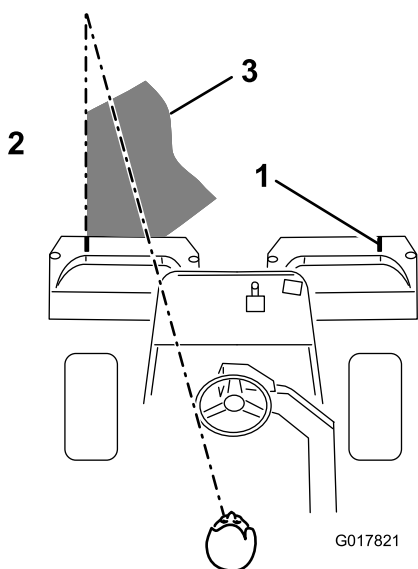

Figure 40
3. Minimisez le chevauchement de la passe précédente lors de la passe de retour. Pour vous aider à conserver une ligne droite en travers du green et à maintenir la machine à égale distance du bord de la passe précédente, établissez une ligne de vision imaginaire à environ 1,8 à 3 m en avant de la machine jusqu'au bord de la partie non coupée du green (Figure 40). Certaines personnes trouvent utile de faire passer la ligne de vision par le bord extérieur du volant, c.-à-d. de maintenir le bord du volant aligné avec un point se trouvant toujours à la même distance par rapport à l'avant de la machine (Figure 40).